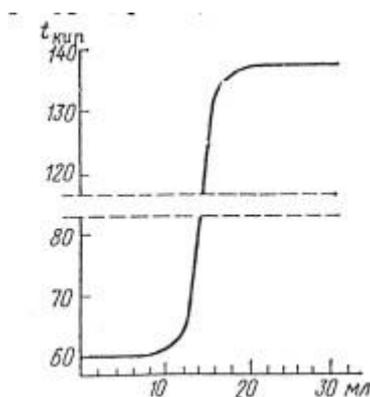

Рис. 7. Кривая разгонки
4.3. На основе данных таблицы 2 построить кривую разгонки в координатах: объем дистиллята-температура (рис. 7).